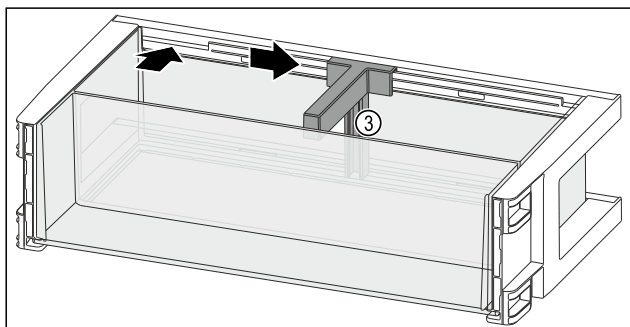

Fig. 126
- Поставете преградата за бутилки Fig. 126 (3) в прореза.
- Плъзнете преградата за бутилки Fig. 126 (3) настрани до желаната позиция.